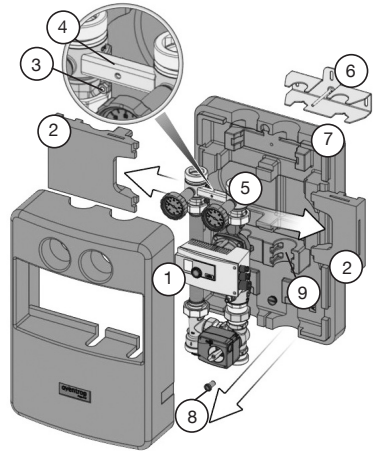

Abb. 4
- Oberschale (1) abnehmen (Abb. 4).
- Einlegeblock (2) abziehen (zweiteilig) (Abb. 4).
- Sechskantmutter (3) mit SW10 lösen und Sicherungsblech (4) abnehmen (Abb. 4).
- Armaturengruppe (5) und Wandhalterung (6) aus der Unterschale (7) herausnehmen (Abb. 4).